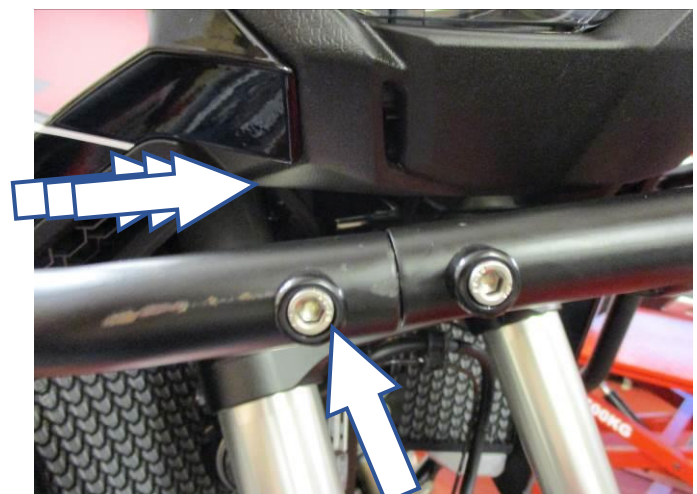

Abbildung 18
- Das obere Ende des Adventure-Sturzbügels in das offene Ende des Verbindungsblocks einsetzen und mit einer M6 Inbusschraube (**Artikel 16**) und einem Distanzhalter (**Artikel 17**) sichern wie in **Abbildung 18** abgebildet.